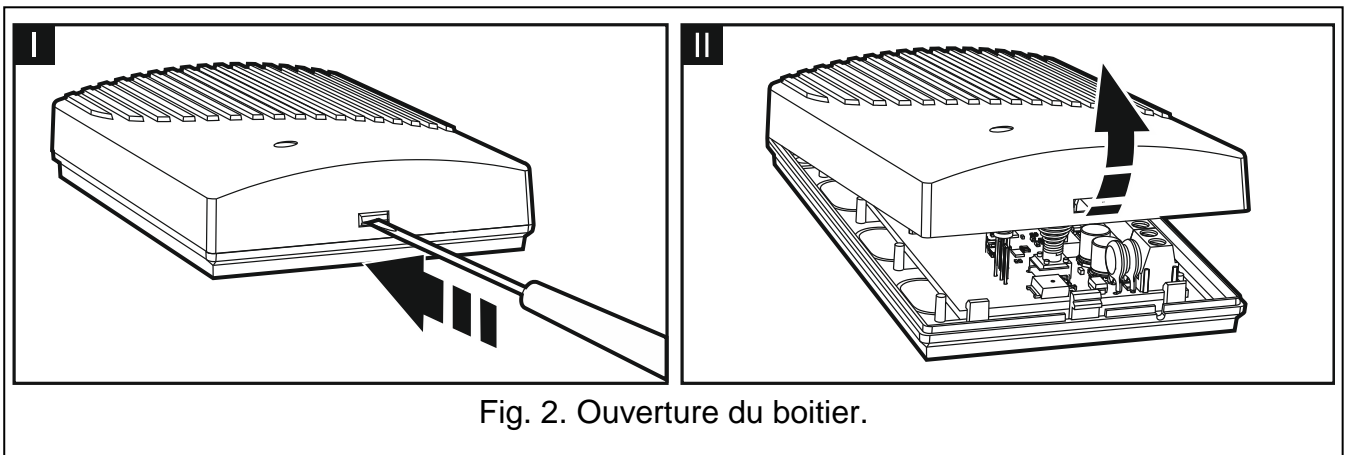

Fig. 2. Ouverture du boîtier.
1. Enlevez le couvercle du boîtier (fig. 2).